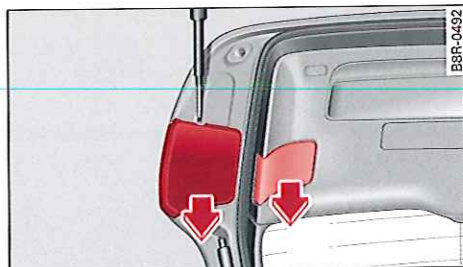

Fig. 262 Hayon : caches
- ▶ Utilisez le côté plat de la lame réversible du tournevis et retirez avec précaution le cache correspondant ⇒ fig. 262.